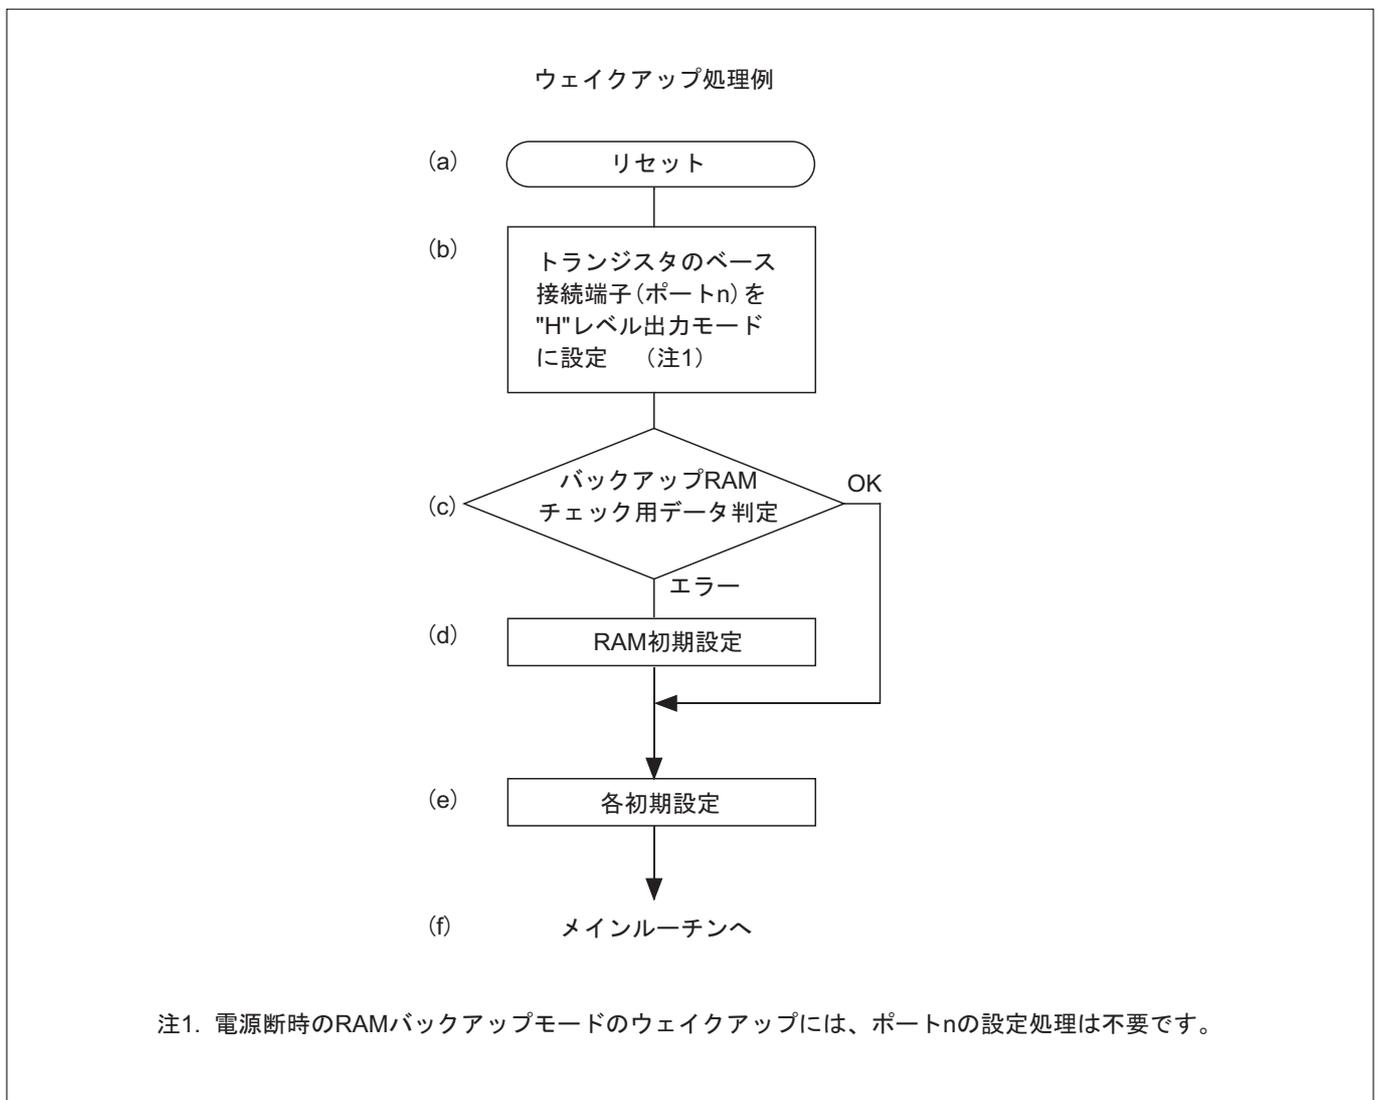

図19.4.1 ウェイクアップ処理
RAMバックアップモードを解除して通常動作に復帰するための処理を、ウェイクアップ処理と呼びます。図19.4.1にウェイクアップ処理例を示します。
- (1)リセット動作を実行(図19.4.1の(a))
- (2)ポートnを出力モードに設定し、"H"レベルを出力(図19.4.1の(b))〔注1〕
- (3)RAMバックアップモード時に作成した、チェック用データの内容を判定(図19.4.1の(c))
- (4)(3)の判定結果が一致しなかった場合、RAMの初期設定を実行(図19.4.1の(d))
- (3)の判定結果が一致した場合は、保持されていたデータをプログラム中で使用
- (5)各初期設定の実行(図19.4.1の(e))後、メインルーチンへ復帰(図19.4.1の(f))